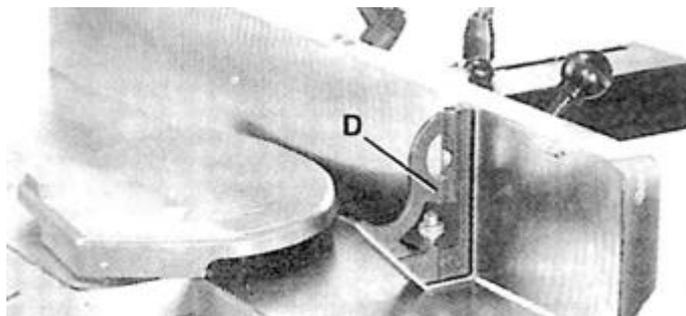

Рис. 40
6. Используя угольник (D) – Рис. 40, проверьте составляет ли внешний угол установки 45 градусов, как показано на рисунке.